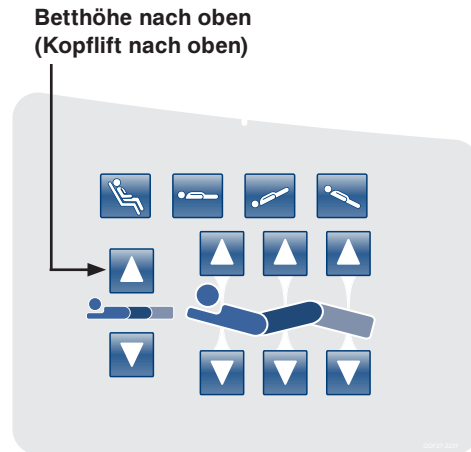

Abbildung 17: Bedienkonsole am Seitengitter des Kopfendes - (Rechte Seite abgebildet)
17. Das Bett in eine Anti-Trendelenburg-Position von -12 Grad bringen; dazu die in der Abbildung 17 dargestellte Taste **Betthöhe nach oben (Kopflift nach oben)** drücken. Mit dem in Schritt 9 zuvor an der Unterseite des Liegeflächenrahmens platzierten Neigungsmesser die Neigung auf -12 Grad +/- 0,1 prüfen.